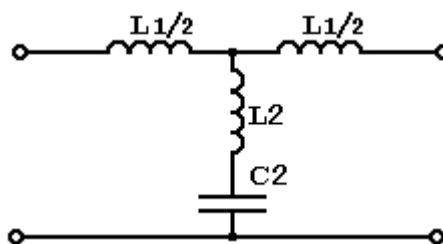

Рис. 7.5. Схема фильтра
1. Изобразим схему заданного фильтра (рис. 7.5)